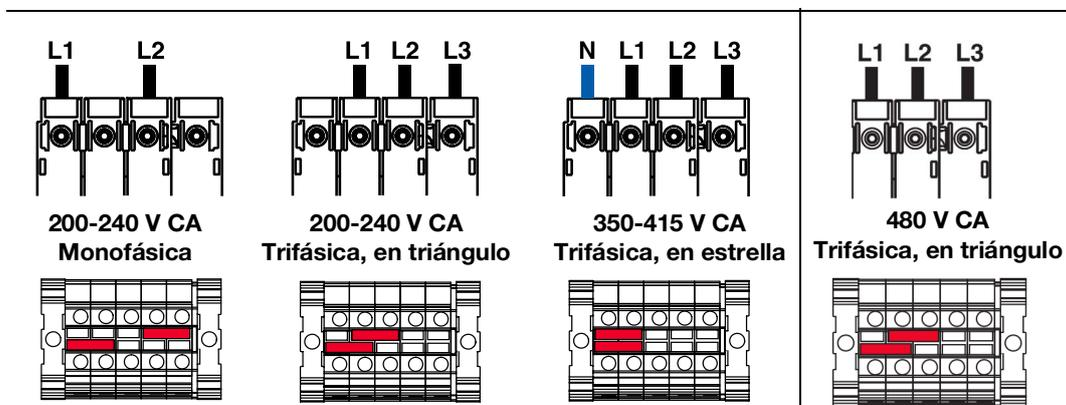

FIG. 1: Puentes de los terminales y posiciones
1. Apague el interruptor principal de desconexión (ZP).
4. Conecte el cable de tierra al terminal de conexión a tierra (GT).
5. Conecte el cable de alimentación como se indica en la FIG. 1: **Puentes de los terminales y posiciones**. Tire suavemente de todas las conexiones para verificar que estén bien fijadas.
6. Apriete el casquillo de alivio de tensión (SR).